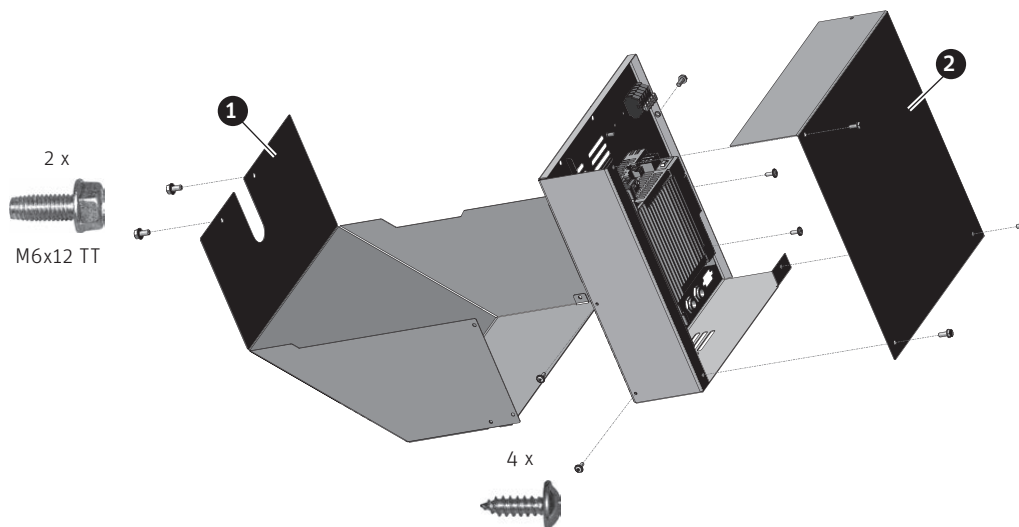

Fig.148 Kabelabdeckung und Abdeckung bei Schaltfeld 4 montieren
- ▶ Kabelabdeckung und Abdeckung bei Schaltfeld 4 montieren – Fig. 148.